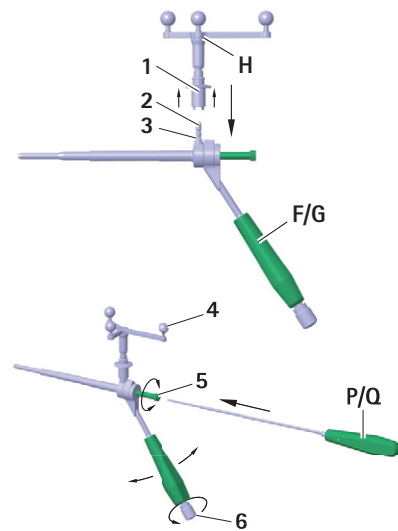

Abb. 2 Montage der Aesculap-Sterneinheit an die S⁴C-Bohrführung FW664R/FW665R
- Um eine uneingeschränkte Sicht der Kamera auf die reflektierenden Marker-Kugeln sicherzustellen, Knauf **6** am S⁴C-Handgriff der S⁴C-Bohrlehre **F/G** aufdrehen und Aesculap-Sterneinheit **H** in die gewünschte Position drehen, siehe Abb. 2.
- ▶ Um eine uneingeschränkte Sicht der Kamera auf die reflektierenden Marker-Kugeln sicherzustellen, Knauf 6 am Handgriff der S⁴C-Bohrlehre F/G aufdrehen und Aesculap-Sterneinheit H in die gewünschte Position drehen. siehe Abb. 2.